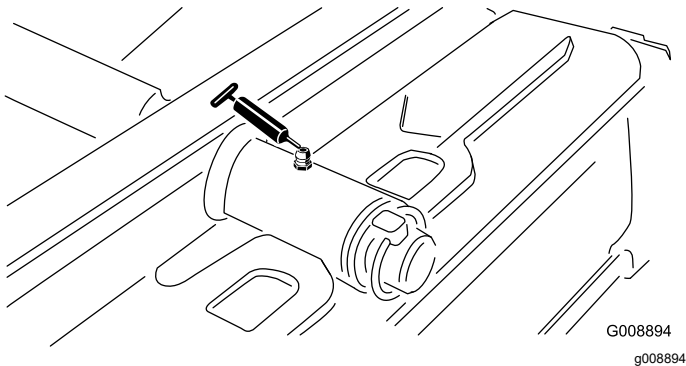

Figura 34
- Pivote de la unidad de corte trasera (Figura 34)